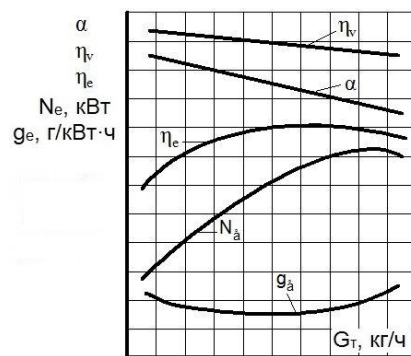

Рисунок 6 – Регулировочная характеристика карбюраторного двигателя по составу смеси
29. Регулировочная характеристика карбюраторного двигателя по составу смеси (рис. 6) – это графическая зависимость ...